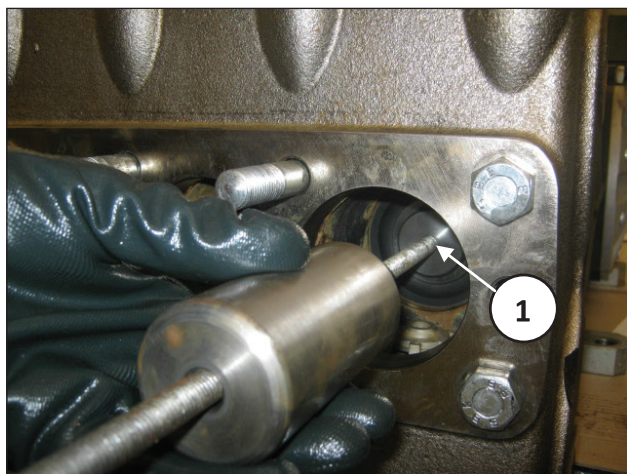

图 131
如有需要，可利用M10孔，使用锤式提取器来抽出密封圈固定衬套(位置①，图 131)。